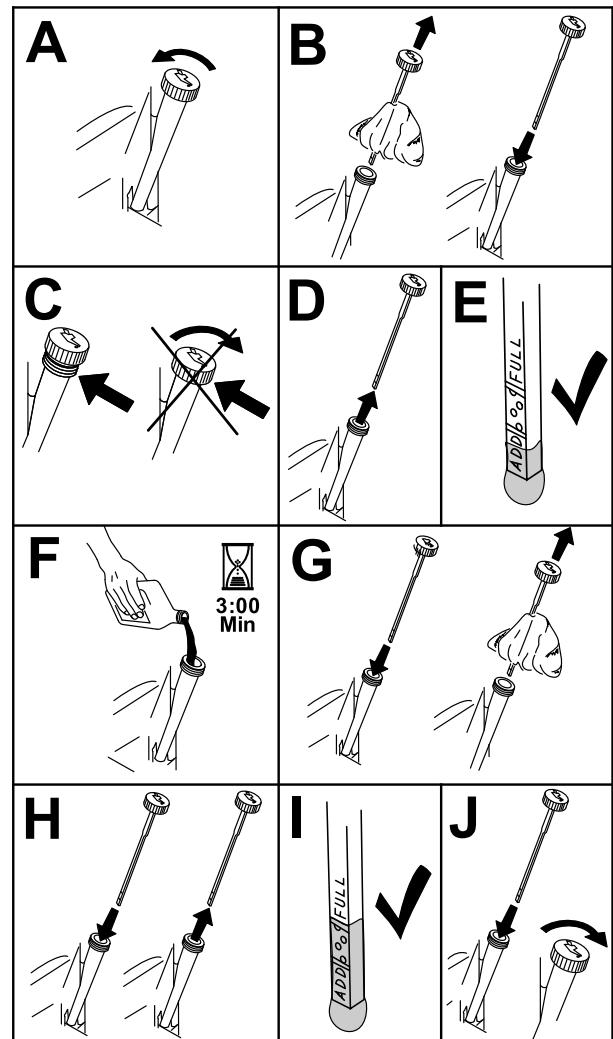

Bild 23
- Reinigen Sie den Bereich um den Ölfüllstutzendeckel bzw. den Peilstab vor dem Abnehmen, damit kein Schmutz oder Schnittgut usw. in den Motor gelangt (Bild 23).